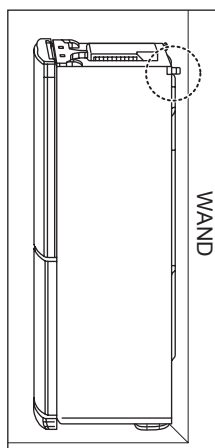

Abbildung 2. Aufstellen des Kühlschranks an der Wand
- Bei diesem Kühlschrank handelt es sich nicht um ein Einbaugerät. An der Oberseite, der Rückseite und an den Seiten sollte ein Abstand von mindestens 5 cm eingehalten werden, um eine ausreichende Luftzirkulation zu gewährleisten und um den Stromverbrauch zu senken. Abbildung 2.